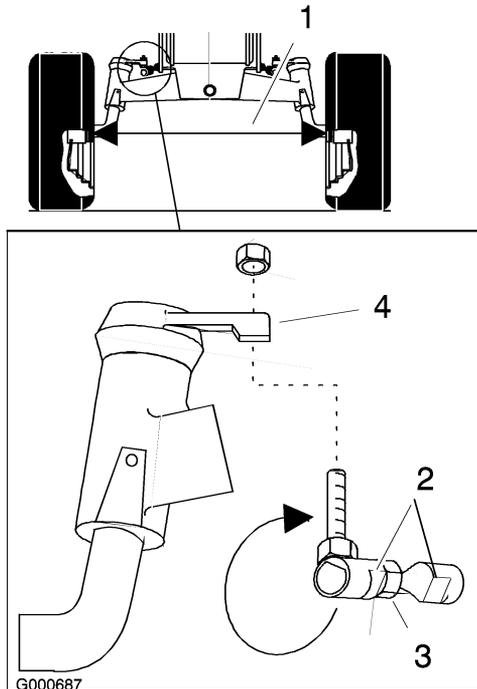

Figure 49
4. Mesurez la distance entre les jantes (à hauteur d'essieu) à l'avant et à l'arrière des roues (Figure 49).
2. Déposez le joint à rotule de l'un des leviers de direction (Figure 49).
4. Maintenez les méplats du joint pour les aligner avec ceux de la biellette de direction, puis serrez le contre-écrou (Figure 49).